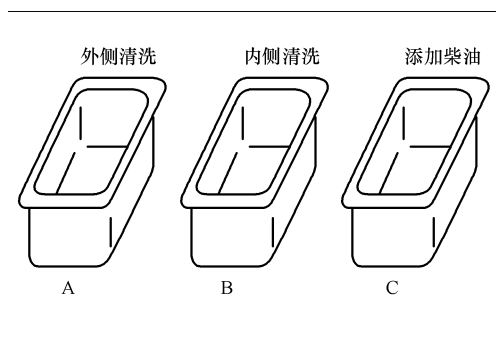
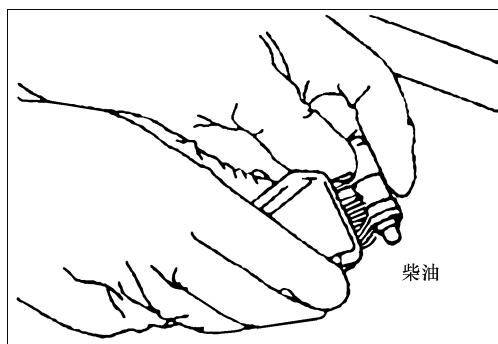

图 2-56 清洗液压挺柱
图 2-57 用尼龙刷清洗外表面
3) 如图 2-56 所示, 把液压挺柱放入容器 A 内, 如图 2-57 所示, 清洗其外表面。然后再清洗内侧后, 添加柴油。